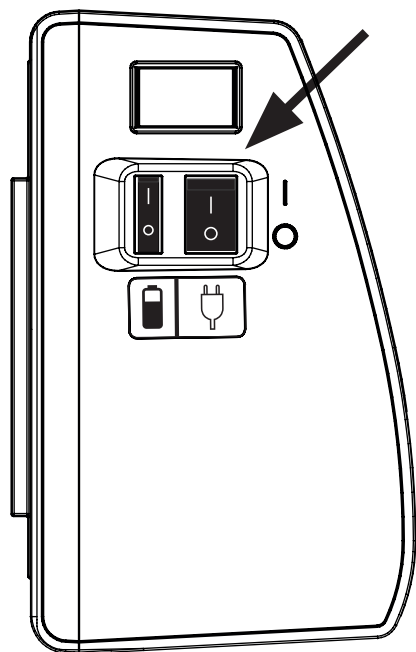

Fig. 16 Encender el SCU
- ❖ Encienda el SCU utilizando el interruptor grande en el lateral del SCU (ver Fig. 16).